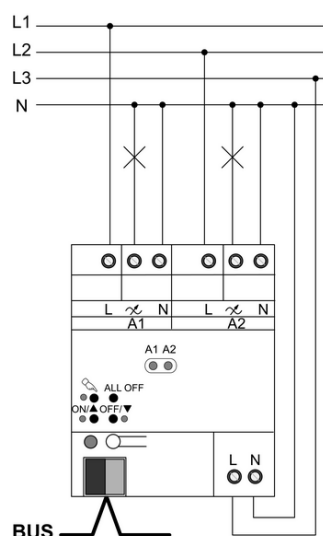

Bild 4: Dimmaktor – Anschlussbeispiel
- Gerät gemäß Anschlussbeispiel anschließen (Bild 4).